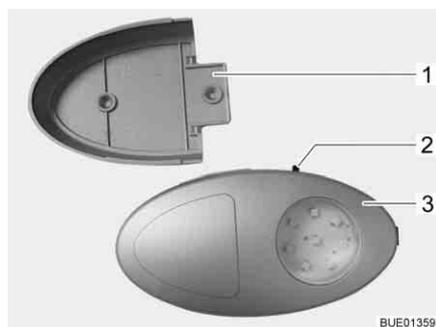

Bild 67 Kleiderschrankleuchte
- ▷ Die Kleiderschrankleuchte kann aus der verschraubten Halterung (Bild 67,1) herausgezogen und als Taschenlampe verwendet werden.
Der Ein-/Ausschalter (Bild 67,2) ist direkt an der Kleiderschrankleuchte (Bild 67,3) angebracht.